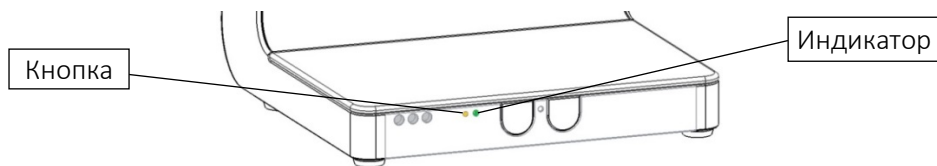

Рисунок 5 – Кнопка и индикатор включения/выключения
При наличии электропитания индикатор рядом с кнопкой включения горит зеленым (рисунок 5).
– при однократном нажатии кнопки выключения (рис. 5).